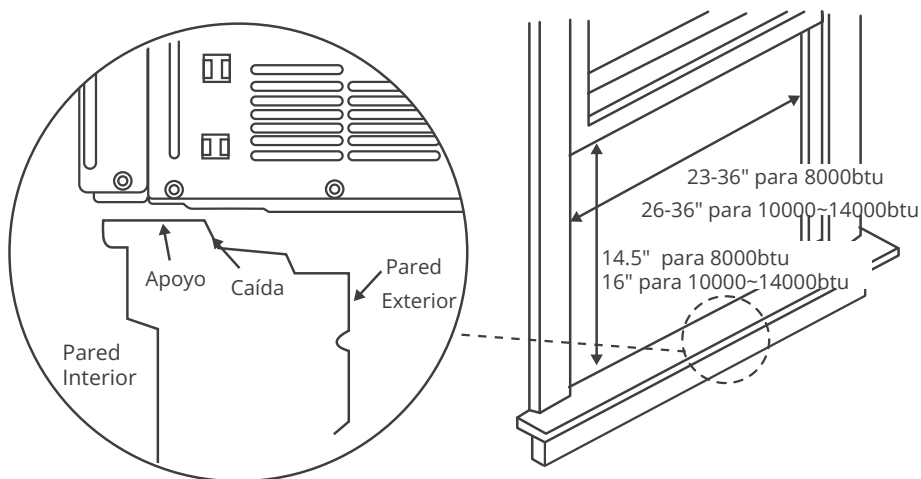

Fig.1
- El borde inferior de la hoja móvil de la ventana (la que sube y baja) debe permitir una apertura vertical mínima de 14.5 " (368mm) cuando esté abierta para el modelo de 8000 BTU y de 16" (604 mm) para los modelos de 10000 a 14000 BTU. (Ver Fig 1). Todas la piezas de anclaje deben ser conectadas firmemente a madera, bloque o metal.